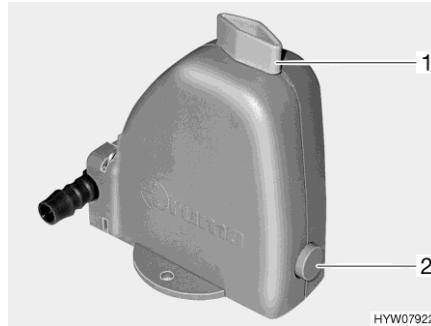

Bild 90 Säkerhets-/avtappningsventil
Värmesystemet är utrustat med en säkerhets-/avtappningsventil (Bild 90). Säkerhets-/avtappningsventilen gör så att vattnet i varmvattenberedningen inte fryser till is när det är frost och värmesystemet inte är påslagen.
- Stäng säkerhets-/avtappningsventilen. Ställ vredet (Bild 90,1) diagonalt mot säkerhets-/avtappningsventilen och tryck in tryckknappen (Bild 90,2).
- Öppna säkerhets-/avtappningsventil. Vrid då vredet (Bild 90,1) mot säkerhets-/avtappningsventilen. Tryckknappen (Bild 90,2) skjuts ut. Nu töms varmvattentanken via säkerhets-/avtappningsventilen utomhus.